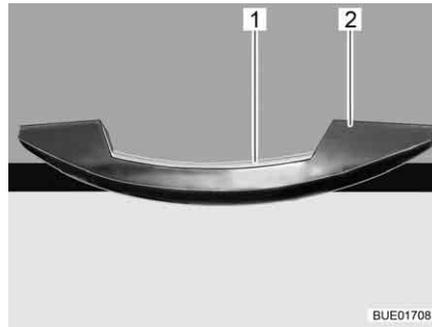

Fig. 50 Maniglia con listello di sblocco (esempio)
- Premere il listello di sblocco (Fig. 50,1) e mantenerlo premuto.
- Tirare la maniglia (Fig. 50,2) finché lo sportello del mobile non si apre.